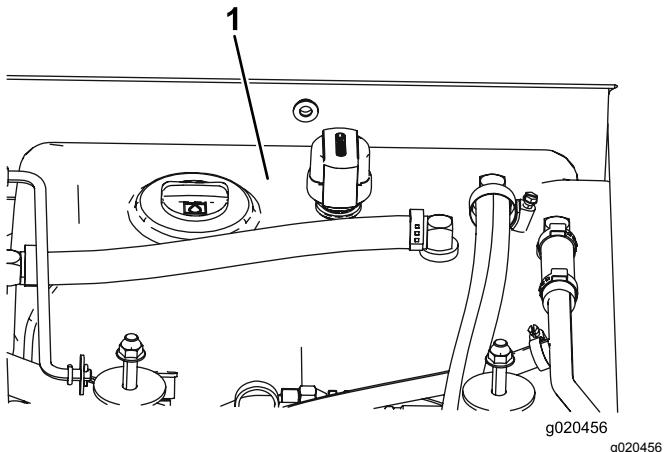

Figura 102
- Encha o reservatório (Figura 102) com fluido hidráulico; consulte Verificar o fluido hidráulico (página 73).